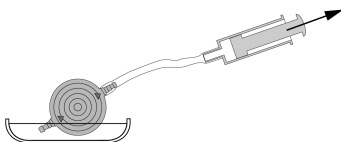

Abb. 21: Durchgängigkeitsprüfung
M.flow sollte vor der Implantation entlüftet und auf Durchlässigkeit geprüft werden. Das möglichst schonende Befüllen des Ventils kann durch Aspirieren mithilfe einer am distalen Katheterende aufgesetzten sterilen Einwegspritze erfolgen. Dabei wird das Ventil distal konnektiert und in sterile, physiologische Kochsalzlösung gehalten. Lässt sich Kochsalzlösung entnehmen, ist das Ventil durchgängig (Abb. 21).